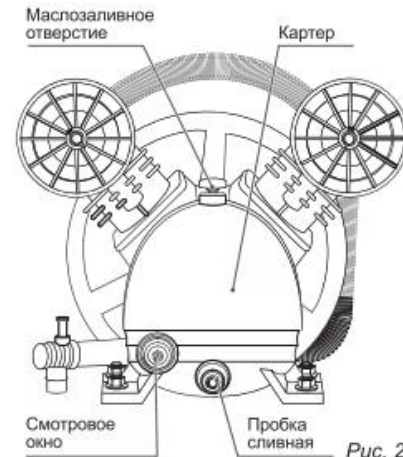

Рис. 3
8. Замените при необходимости транспортную пластиковую пробку на крышке картера сапуном из комплекта, если он предусмотрен комплектацией и не был установлен. Проверьте уровень масла по меткам на окне маслоуказателя картера (Рис. 3), уровень масла должен быть не ниже среднего положения в контрольном окне картера.
Перед каждым пуском проверяйте уровень масла по меткам на окне маслоуказателя картера. Уровень масла должен быть не ниже среднего положения в контрольном окне картера (Рис.3). При необходимости доливайте масло (марка масла должна соответствовать марке масла, залитого в компрессор). После первых 50 часов работы или при изменении цвета масла (побеление – присутствие воды, потемнение –